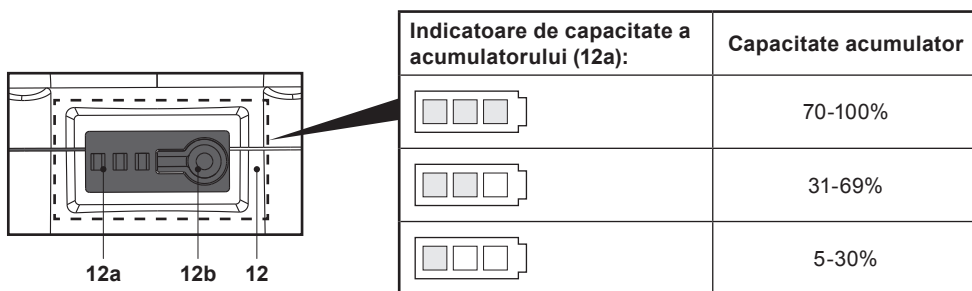

Fig. 5
Acumulatorul (12) este prevăzut cu indicatoare de capacitate (12a) pentru a vedea care este nivelul de încărcare. Apasă pe butonul de capacitate a acumulatorului (12b) pentru a verifica nivelul (Fig. 5).